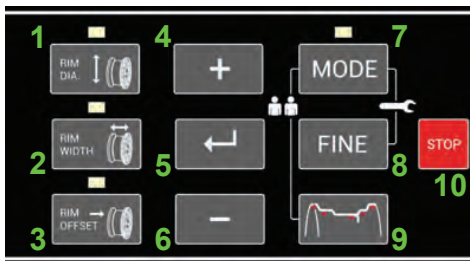

Figure 9a
Exemple pour **code C0** (Fig. 9a)
- Appuyer sur la touche STOP (10, Fig. 9a) une fois pour revenir sur les codes C codes et une deuxième fois pour abandonner définitivement et revenir en mode opérationnel.